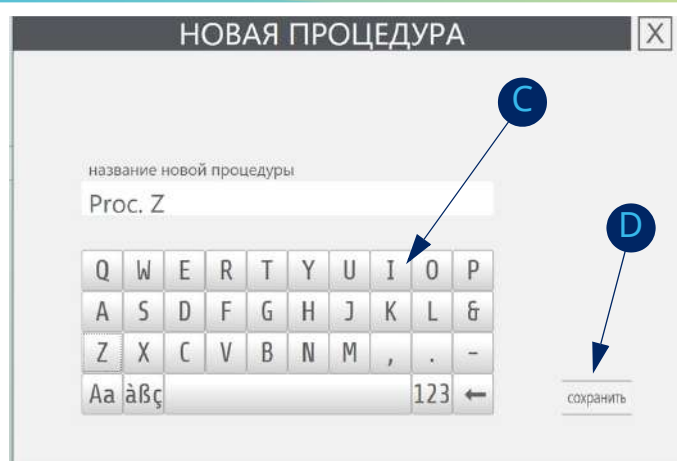

Fig. 181: Новая процедура
3. Во всплывающем окне (рис. 181) введите название новой процедуры. [C].